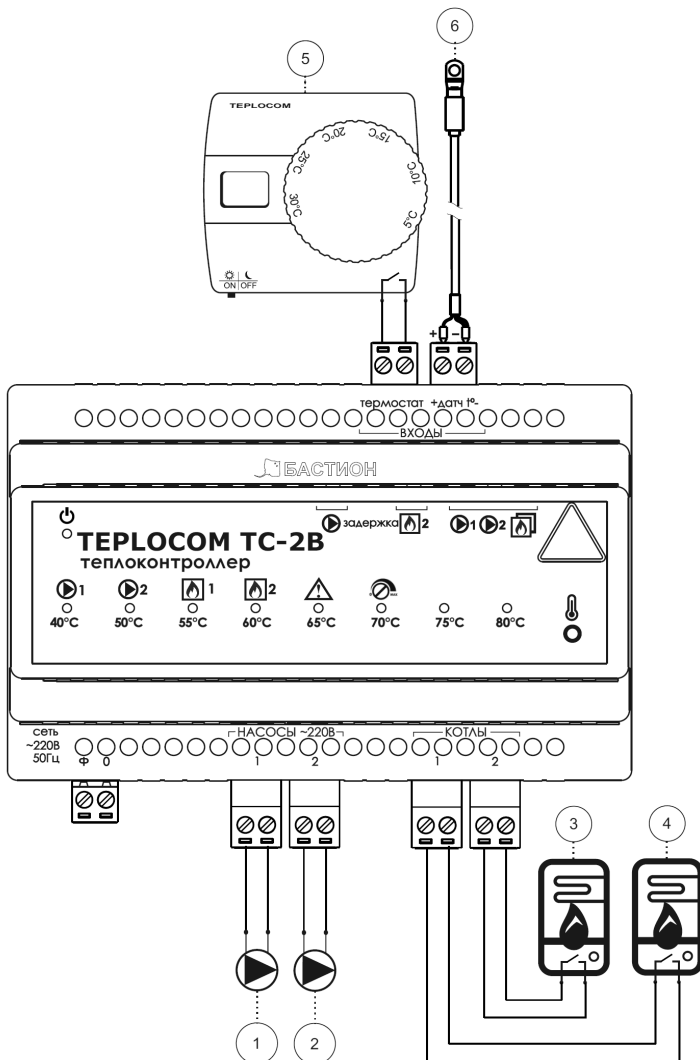

Рисунок 5 - Схема подключений
Подключение контроллера следует выполнять в следующей последовательности (см. рисунок 5):
- подсоединить к кабельной части разъемной клеммной колодки провода для подключения датчика температуры в соответствии с указанной на корпусе изделия маркировкой и полярностью (красный вывод датчика: «+», см. рисунок 5);
- подсоединить к кабельным частям разъемных клеммных колодок провода для подключения котлов, насосов и термостата в соответствии с указанной на корпусе изделия маркировкой (см. рисунок 5);